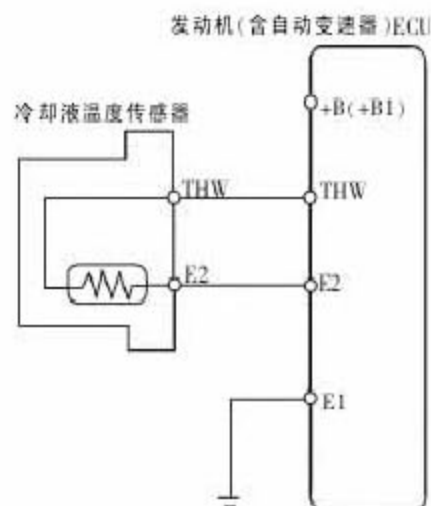

图 1 冷却液温度传感器电路图
B).用电压表检测 ECU 的 +B 端子,起动时,该端子电压约为 11V,证明 ECU 已接收起动信号;检测冷却液温度传感器及其配线(接线原理如图 1 所示):拔下冷却液温度传感器配线插头(E2),打开点火开关,测得 E2 与 THW 端子电压为 4.7V,基本正常(正常值在 5V 左右)。测量冷却液温度传感器端子 3 之间电阻为 1.4k Ω ,属正常。说明该车冷却液温度传感器无问题。